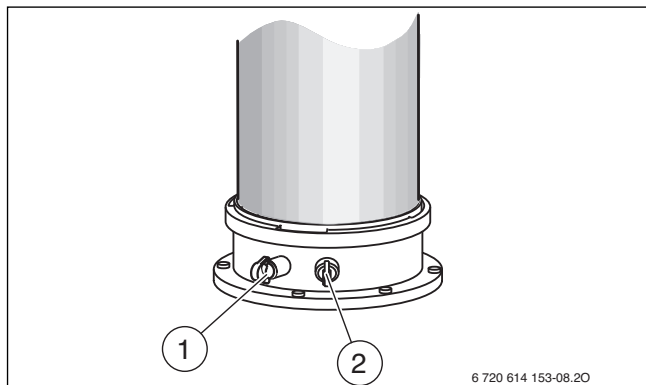

Fig. 43 Manicotti di misurazione dei gas combusti e dell'aria comburente
- ▶ Rimuovere il tappo sul manicotto di misurazione dell'aria comburente [2] (→ fig. 43).
- ▶ Rimuovere il tappo dal manicotto di misurazione dei gas combusti [1] (→ fig. 43).